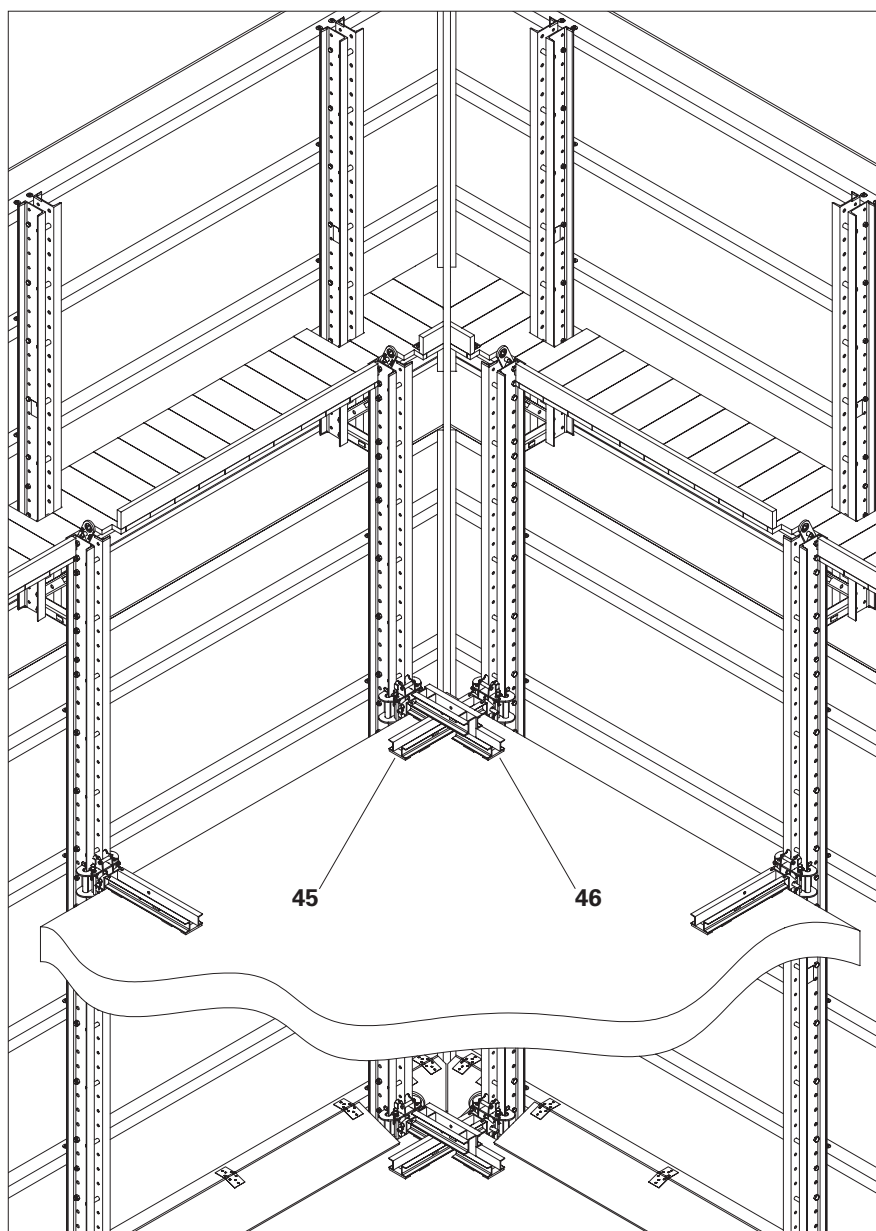

Fig. B3.01
All'angolo dell'edificio: disposizione trasversale dell'attacco solaio disp. sosp. RCS (45) e del relativo angolo RCS (46). (Fig. B3.01)